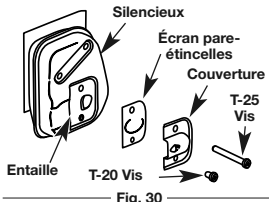

Fig. 30
2. Avec un tournevis plat ou une douille Torx T-20 et T-25, dévissez les vis attachant la couverture du pare-étincelles au pot d'échappement. (Fig. 30).